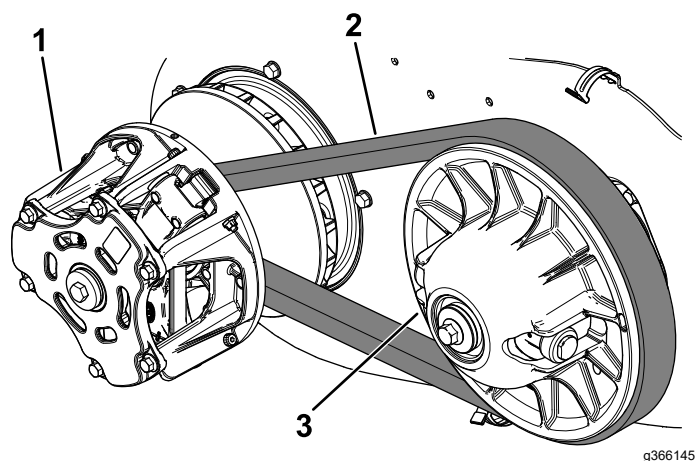

Figure 112
6. Faites tourner la courroie (Figure 112) et vérifiez qu'elle n'est pas excessivement usée ou endommagée.
7. Nettoyez soigneusement les embrayages à l'air comprimé (Figure 112).
6. Tirez sur le haut de la courroie pour écarter l'embrayage secondaire, puis faites tourner et acheminez la courroie par-dessus l'embrayage secondaire (Figure 112).
7. Enlevez la courroie de l'embrayage primaire (Figure 112).
8. Alignez la courroie neuve sur l'embrayage principal (Figure 112).
9. Faites tourner la courroie et faites-la passer sur l'embrayage secondaire (Figure 112).